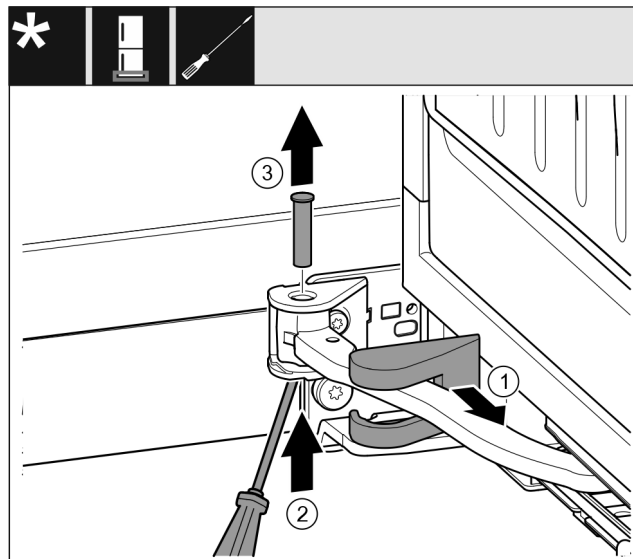

Fig. 15
- ▶ Træk afdækningen af hængselkonsollen, og skub den langs leddet. Fig. 15 (1)
- ▶ Løft boltens hoved nedad med en finger eller en skruetrækker. Fig. 15 (2)
- ▶ Før skruetrækkeren ind under boltens hoved, og træk den ud. Fig. 15 (3)